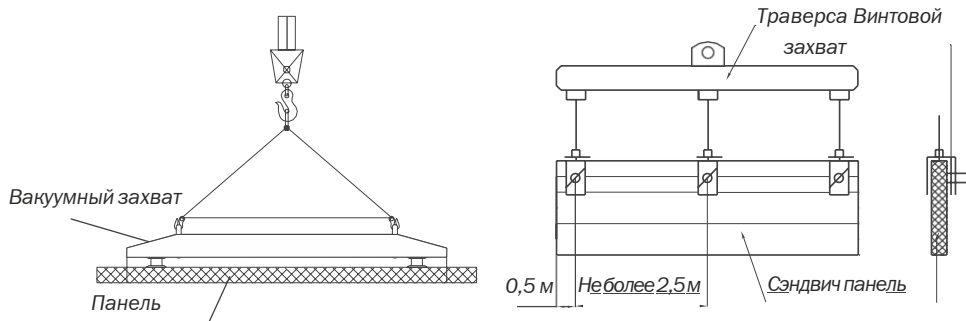

Рис. 14, 15
Для поднятия панелей при монтаже используются специальные захваты, струбцины, траверсы или вакуумные подъемники, обеспеченные необходимыми средствами безопасности Рис.14, 15.
- При выполнении вертикального монтажа панелей длиной более 6 метров использовать вакуумный подъемник Рис.14 или траверсу Рис.15.